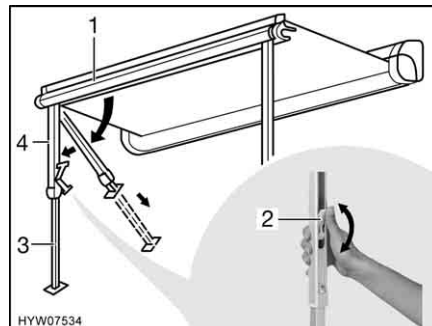

Fig. 25 Installazione dei montanti di supporto
- Estrarre i montanti di supporto (Fig. 25,4) dal listello anteriore (Fig. 25,1) ribaltandoli e montarli.
- Aprire il bloccaggio sui montanti di supporto. A tal fine ripiegare la leva di serraggio (Fig. 25,2) verso l'alto.
- Estrarre la parte inferiore dei montanti di supporto (Fig. 25,3) fino alla lunghezza desiderata.